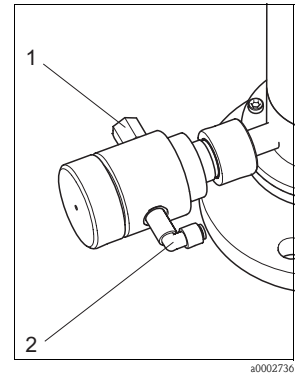

Fig. 16: Valvola di sicurezza dell'uscita
2. Montare la valvola di sicurezza pneumatica, inclusa nella fornitura (fig. 16).
5. Collegare il terzo raccordo del connettore a Y al connettore dell'aria compressa della valvola di sicurezza per l'uscita (fig. 16, pos. 2).
6. Collegare il tubo flessibile di uscita dell'acqua di risciacquo al connettore della valvola (pos. 1, G $\frac{1}{4}$ o NPT $\frac{1}{4}$ ", a seconda della versione ordinata).